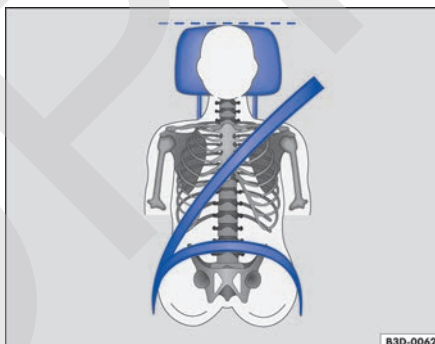

Fig. 44 Colocación correcta de la banda del cinturón y ajuste correcto del apoyacabezas.
- Ajuste el apoyacabezas de modo que el borde superior del mismo quede a la altura de la parte superior de la cabeza, pero nunca por debajo de los ojos. Mantenga la parte trasera de la cabeza siempre lo más cerca posible del apoyacabezas ⇒ fig. 43 y ⇒ fig. 44.